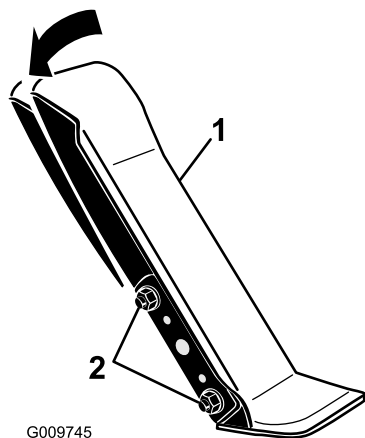

Figure 116
1. Desserrez les 2 écrous et boulons qui fixent le côté gauche de la pédale de déplacement au support (Figure 116).
2. Faites pivoter la pédale à l'angle voulu puis serrez les écrous (Figure 116).